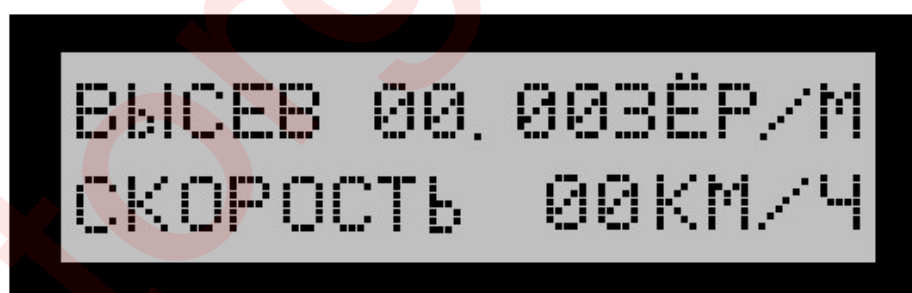

Рис. 22
3.4.3 Установить датчик рабочего положения в положение «Высев разрешен» (см. документ «Руководство по эксплуатации на сеялку»). На индикаторе блока системы управления должна появиться надпись, как показано на рис.22